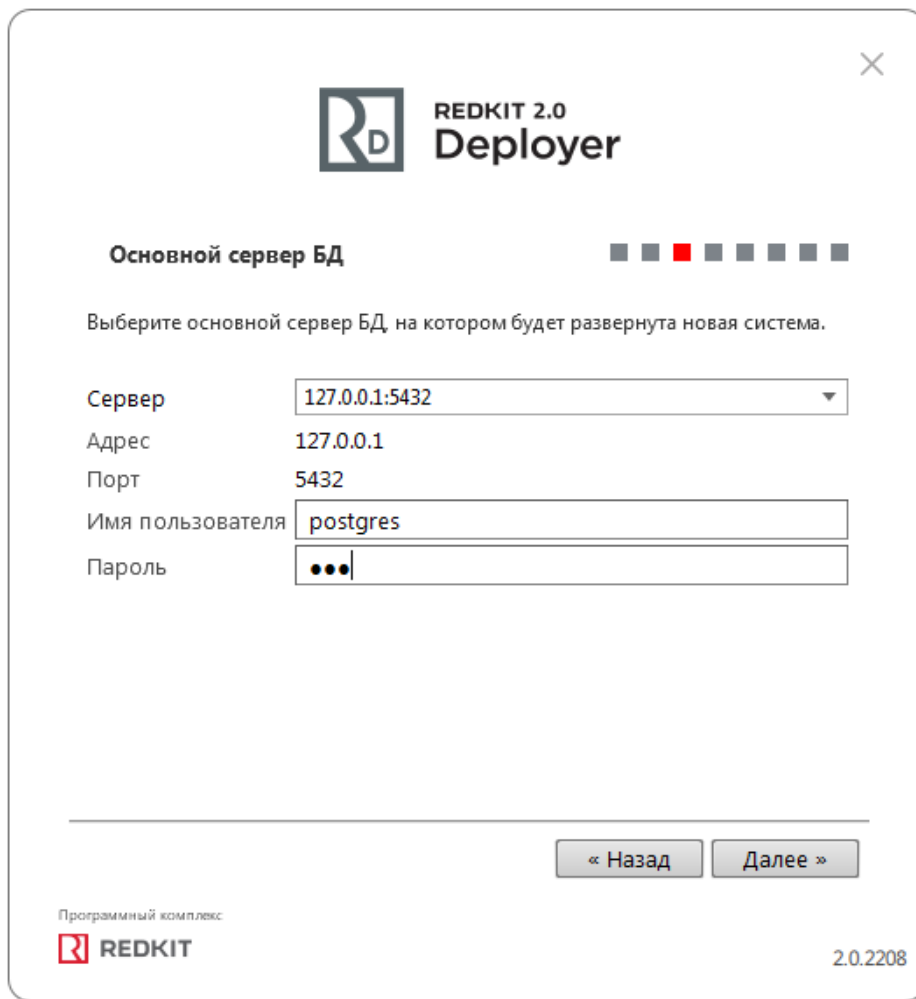

Рисунок 118 - Основной сервер БД
7. Укажите параметры для подключения к основному серверу БД, используя имя пользователя и пароль из п.8 раздела Установка Postgres. Нажмите **Далее** (Рисунок 118).